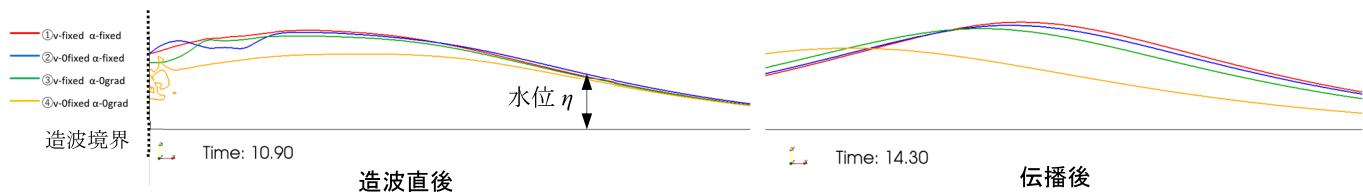

図 3 造波手法による波面形状の比較
以上の結果より、 $\alpha$ に勾配 0 条件を与える場合は  $v$  を推定して与える必要があり、また  $v$  を推定して与えた場合は  $\alpha$ について勾配 0 としても造波が可能であると言える。ただし図 3 に示す通り、方法②～③は造波直後に波面の乱れが見られるのに対し、方法①は造波直後から波面を安定して再現できたため、本計算では方法①による造波手法を採用した。